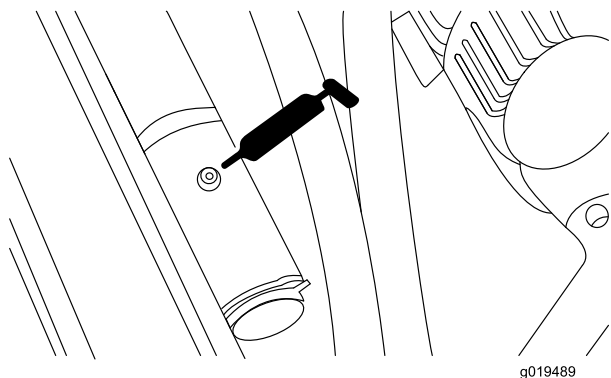

**Figura 43**
- Cilindri di sollevamento anteriori (3) (Figura 43 e Figura 44).